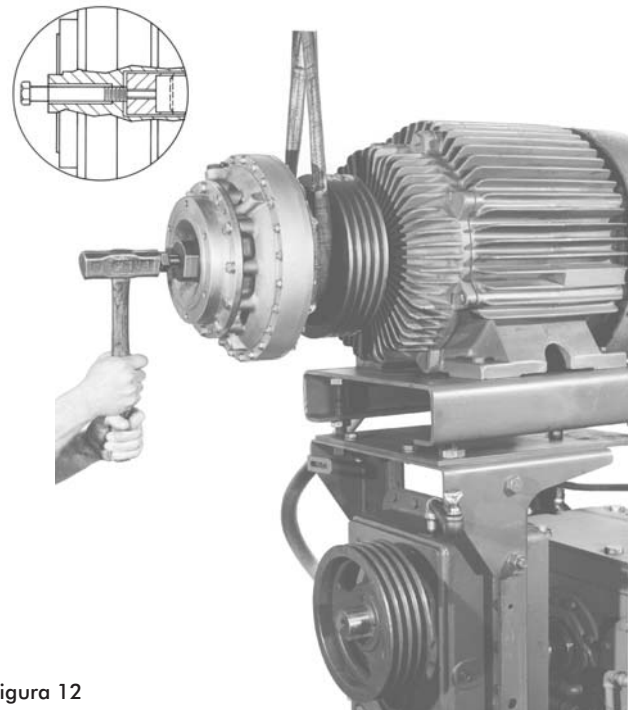

Figura 12
- Si no surte efecto el paso B, saque el collarín y refiérase a la tabla 2 para las dimensiones del "tornillo de desmontaje". Inserte el tornillo de desmontaje y apriételo. Golpee firmemente la cabeza del tornillo para que se aflojen las piezas de ajuste cónico, figura 12.